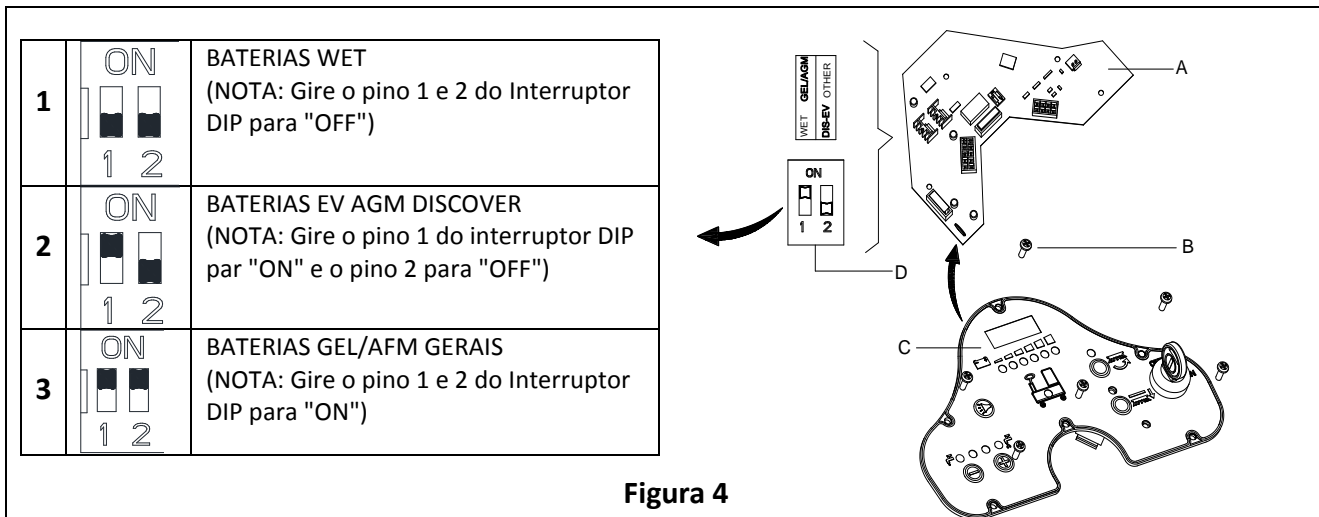

Figura 4
Quando instalar baterias novas, siga a Figura 4 para definir o interruptor DIP, ou as baterias podem ser danificadas pelas definições incorrectas.
1. Insira o interruptor de chave (40) e defina para "ON"; preste atenção ao seguinte durante os primeiros segundos do funcionamento da máquina:
- Se a luz verde (37) piscar, a máquina está definida para utilizar baterias GEL/AGM.
- Se a luz amarela (33) piscar, a máquina está definida para utilizar baterias Discover EV AGM.
- Se a luz vermelha (32) piscar, a máquina está definida para utilizar baterias WET.
- Desaparafuse o parafuso (B, Figura 4) no painel de controlo, e gire o PCBA (A) no painel para encontrar o interruptor DIP (D); siga a Figura 4 para as definições DIP.